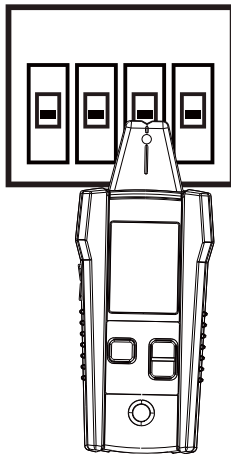

Abbildung 3.2c: Kerbe des Spitzensensors an Leitungsschutzschalter/Sicherung ausrichten
2. Richten Sie die Kerbe am Spitzensensor der Länge nach am Leitungsschutzschalter/an der Sicherung aus (siehe Abbildung 3.2c).